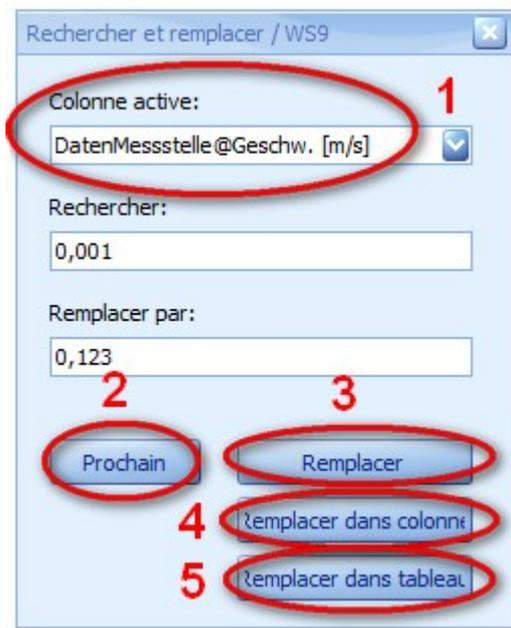

Figure 57: Dialogue pour Rechercher & Remplacer
Sélectionnez dans la zone (1) de la Figure 57 la série de mesures pour laquelle le processus doit être exécuté. Uniquement les séries de mesure représentées dans l’espace de travail sont disponibles.